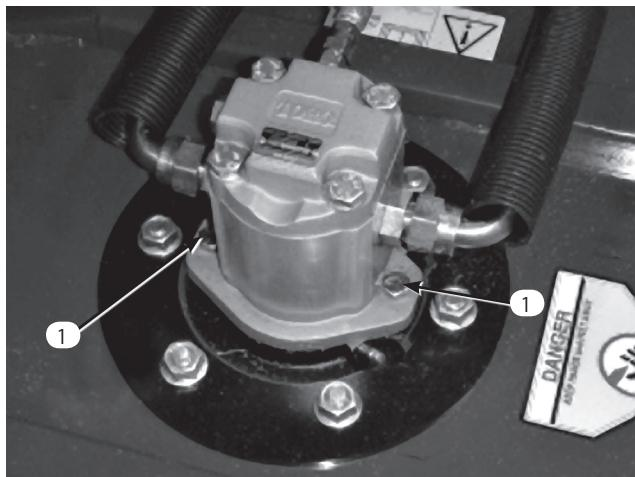

図9
2. デッキから油圧モータを外す（図9）。異物がつかないように、スピンドル上部にはカバーをかけておく。
4. デッキに油圧モータを取り付ける（図9）。Oリングを忘れずに、また、損傷させないよう注意して取り付ける。